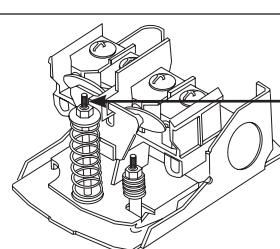

FIGURE 2
3. Si le débit d'eau subit une interruption momentanée après que le réservoir ait été vidé et la pompe ait démarré, ajuster le réglage d'activation de la pompe légèrement dans le sens horaire (voir la figure 2).